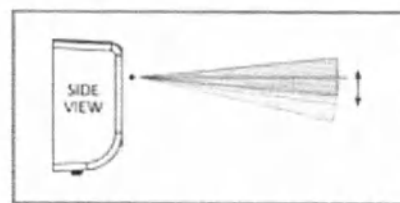

Рисунок 3-12 Вертикальное угловое выравнивание
9. Используйте винты точного вертикального углового выравнивания (отметка D на *Рисунке 3-5 – Настройки перекрестья лазера*) для окончательной корректировки положения лазерной проекции по вертикали. Данный механизм позволяет двигать лазерный луч в сторону изоцентра без смещения положения модуля (см. *Рисунок 3-12 Вертикальное угловое выравнивание*).